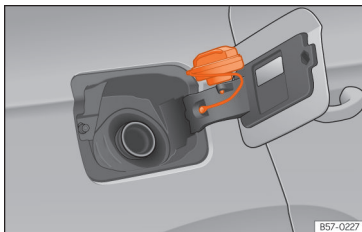

Abb. 185 Tankklappe mit aufgestecktem Tankverschluss.
- Platzieren Sie den Verschluss in der Aussparung, die sich im Scharnier der geöffneten Tankklappe befindet »» (Abb. 185).